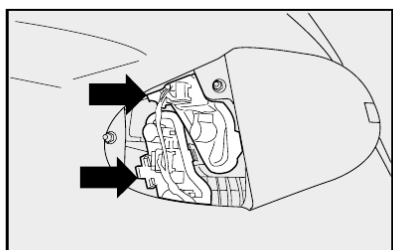

fig. 26
1) por dentro do porta-malas, puxar a tira de velcro e levantar o carpete que recobre o grupo das lanternas traseiras **A-fig. 26**;
2) pressionar as linguetas **fig. 26** e puxar os conjuntos porta-lâmpadas retirando-os de suas sedes;
3) remover as lâmpadas **fig. 26** empurrando-as levemente e girando-as levemente.